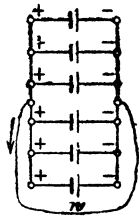

Fig. 23.
Elemente können entweder alle in Reihenschaltung (Hintereinanderschaltung) (Fig. 22) oder in Parallelschaltung (Fig. 23) oder in Reihenparallelschaltung (auch gemischte Schaltung genannt) (Fig. 24a u. b) ver-
Ist in Fig. 23 m die Anzahl der parallel geschalteten Elemente, so wird
- b) alle Elemente nach Fig. 23 parallel geschaltet werden,